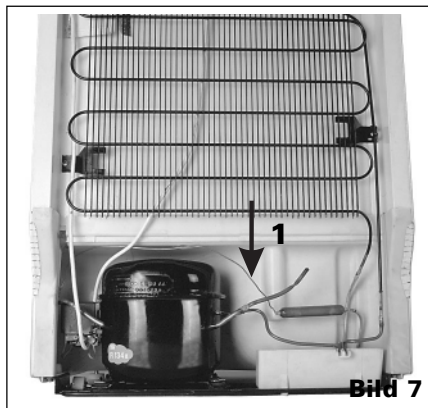

Bild 7
unzulässig. Es ist streng darauf zu achten, das Kapillarrohr nicht zu beschädigen (Bild 7 (1)), das im Hohlraum der Kältemaschine sichtbar ist. Dieses Rohr darf weder gebogen noch gewinkelt werden.